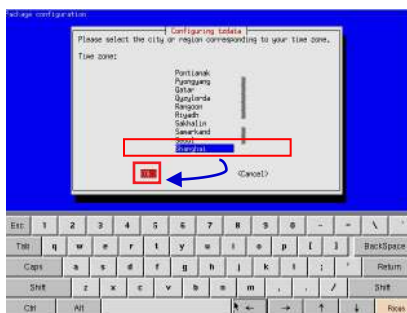

图 31 时区-设置国家/地区
- 6.使用[↑]及[↓]选择所需的国家（如图 31 所示）。